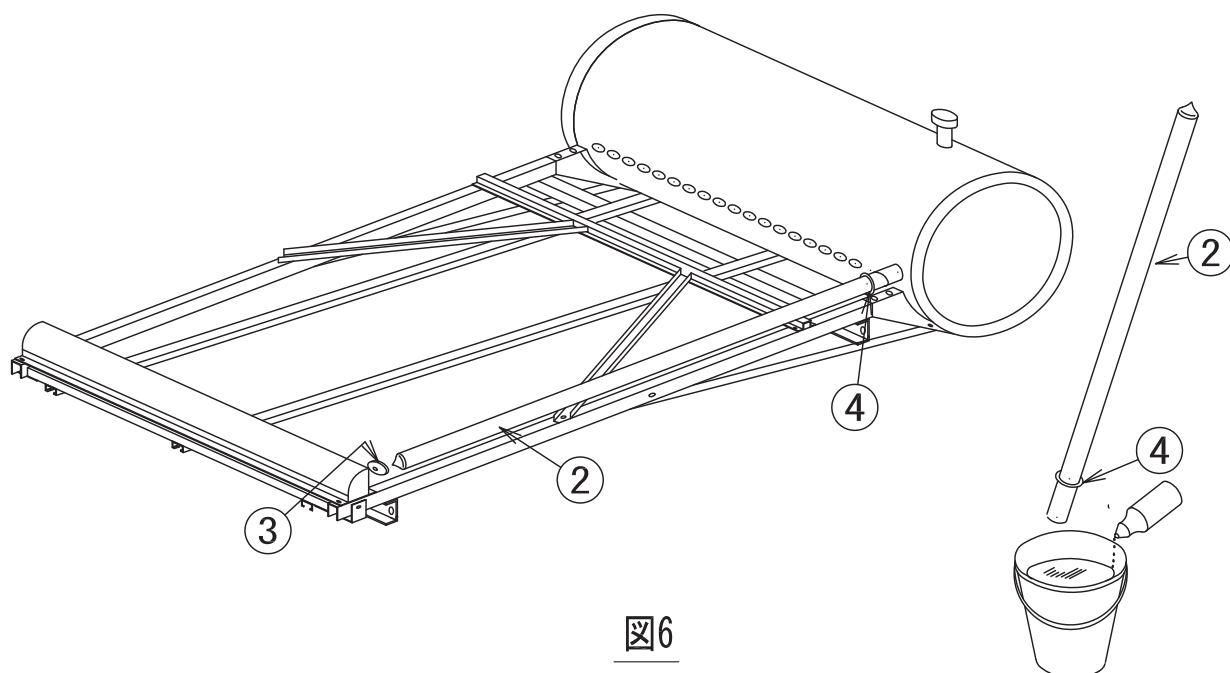

図6
(4) 真空管の取付
- 図6 ボトムジョイントフレーム⑩に真空管サポート③を取付けます。
- 架台がしっかり固定されましたら、貯湯タンク①にガラス管⑤を差込みます。(8 ページ図 6 参照)